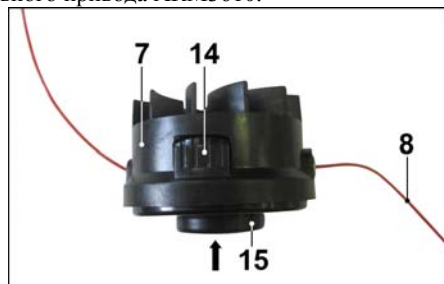

Рис. 6.
- 7.2.7. Во время работы триммерная леска (8) изнашивается (расходуется). Во время работы слегка ударьте головкой шпильки (15) триммерной катушки (7) по земле (Рис.6). Длина лески увеличится. При необходимости операцию повторите. Излишняя леска будет срезана ножом (10) установленным на защитном кожухе (6).